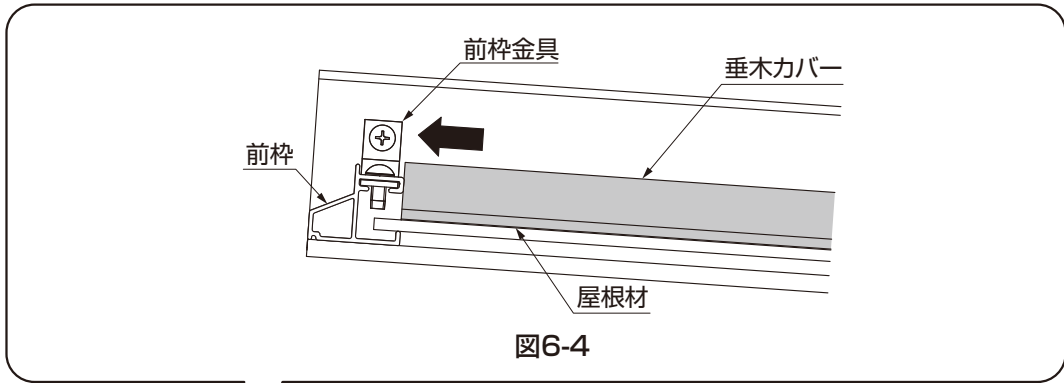

図6-4
⑥ 垂木カバーを前柵と隙間が無いように置き、【5-3】で取付けてください。(図6-4、図6-5参照)
⑩垂木カバーを前枠と隙間が無いように置き、【5-3】で取付けてください。(図6-4、図6-5参照)
⑪中間スパンを⑦～⑩同様に、1スパンずつ取付けてください。
⑫端部スパンを②～⑥同様に取付けてください。